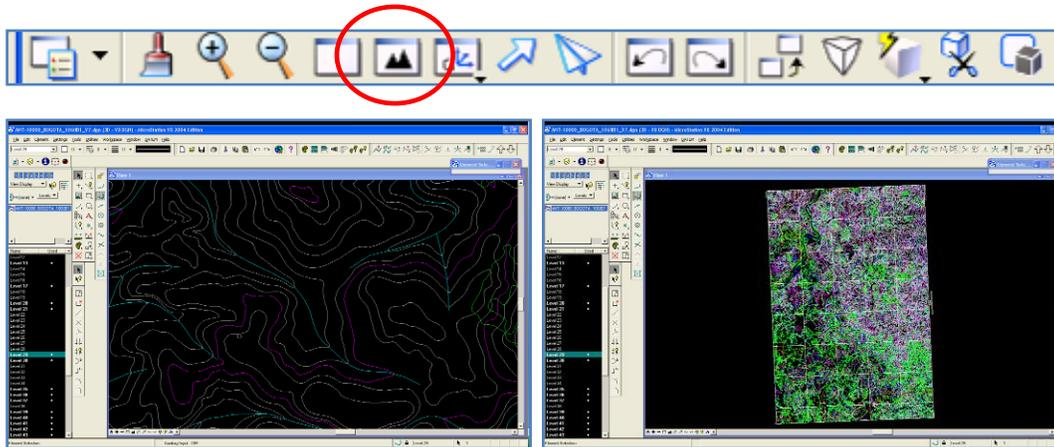

Figura 17. Visualización vectores en el display de MicroStation
1. Declick en el botón de Ajustar Vista en la barra de visualización para visualizar los vectores en el display de MicroStation, teniendo abierto el DGN, en MicroStation. (Ver Figura 17).